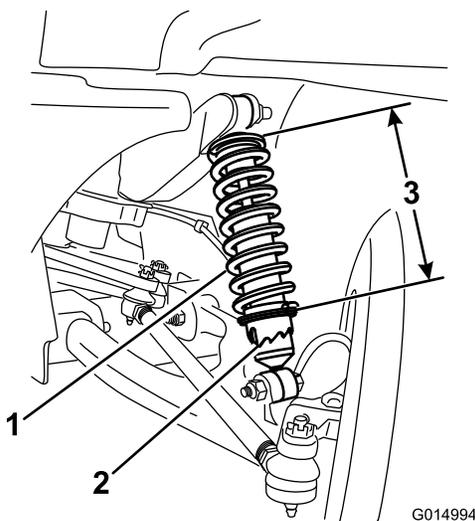

Figura 38
- A. utilizzando l'attrezzo TORO6010 ruotate il collare sull'ammortizzatore per cambiare la lunghezza della molla (Figura 38).